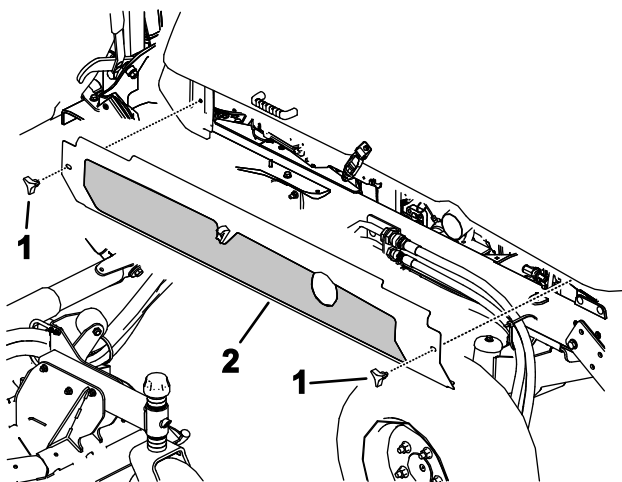

Figura 111
4. Afloje los pomos y retire las cubiertas laterales (Figura 111).
5. Instale las cubiertas laterales (Figura 111).